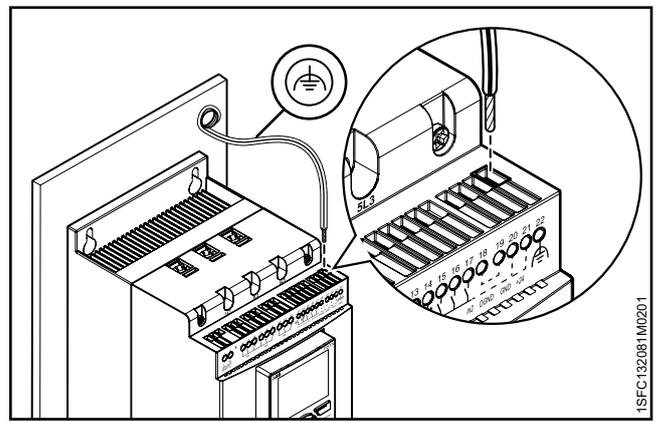

Рис. 2.4
- Подключите рабочее заземление (клемма 22) к точке заземления вблизи устройства плавного пуска, см. **Рис. 2.4**.